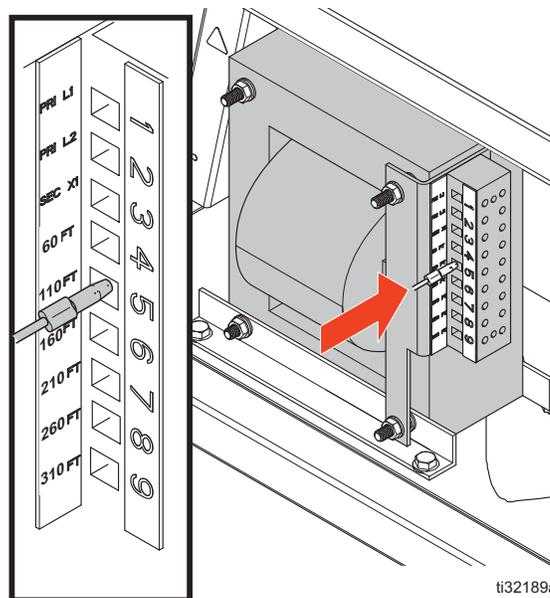

FIG. 14 : Câblage du transformateur du flexible
3. Déplacer le fil du transformateur (AC) du tuyau vers la borne qui correspond à la longueur du tuyau installé. Le fil est réglé en usine sur 60 pi. Voir la FIG. 14 :.